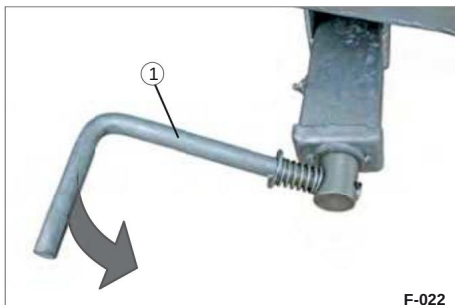

Bild 47 Lossa spindelns parkeringsbroms
(Bild 47/1).
• Vrid veven (Bild 47/1).
• Vrid veven (Bild 47/1) moturs tills